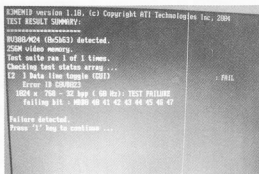

图 5-88 测试 FAIL
(5) 这个版本是 R3 1.10 版本。测试完后, 显示错误的数位为 B 通道 40~47, 如图 5-88 所示。